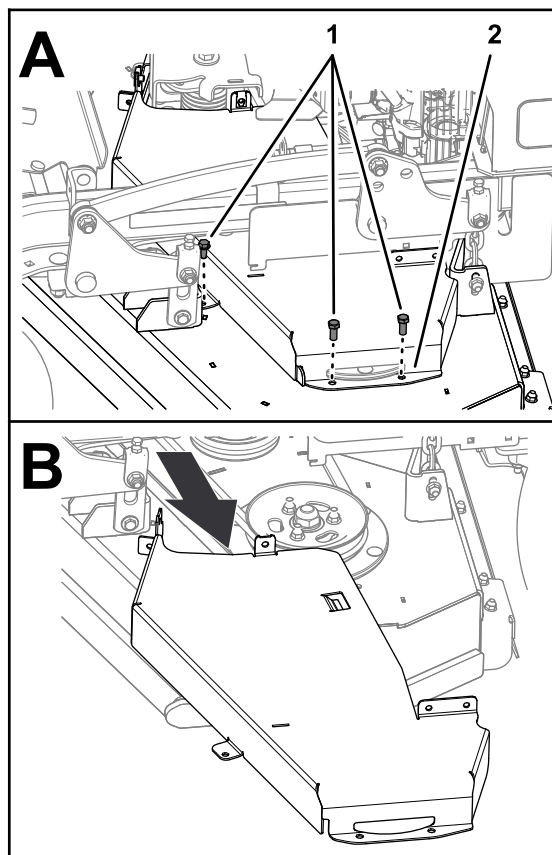

Figure 8
4. Retirez les 2 boulons qui fixent le protège-courroie gauche au plateau de coupe, et déposez le protège-courroie (Figure 8).